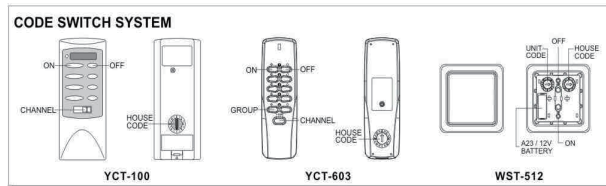

Fig.4
- * La procédure est identique pour la liaison avec un transmetteur commutateur-codeur (figure 4)
Transmetteur commutateur-codeur (figure 4)